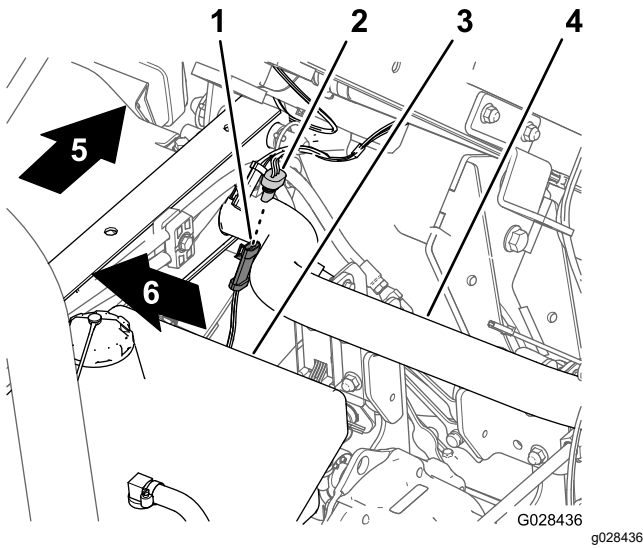

Figura 17
- En el arnés de cables del fumigador, localice el conector hembra de 3 vías del circuito del sensor de velocidad (Figura 17).
- Conecte el conector de 3 pines del arnés de cables de la máquina para el sensor de velocidad al conector hembra de 3 vías del arnés del fumigador para el sensor de velocidad (Figura 17).